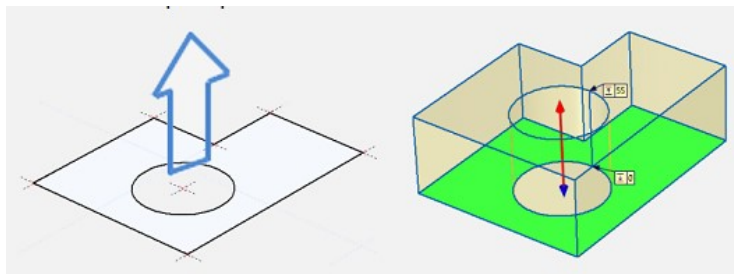

Рис. 24
1. Выталкивание (выдавливание, экструзия): плоский эскиз перемещается в пространстве в направлении, перпендикулярном его плоскости (рис. 24). При этом создается объемный элемент с плоскими «стенками», перпендикулярными основанию (параллелепипед или куб, призма и пр.). Дополнительно предоставляется возможность задать угол наклона боковых граней (внутри либо наружу), чтобы получить, например, усеченную пирамиду.